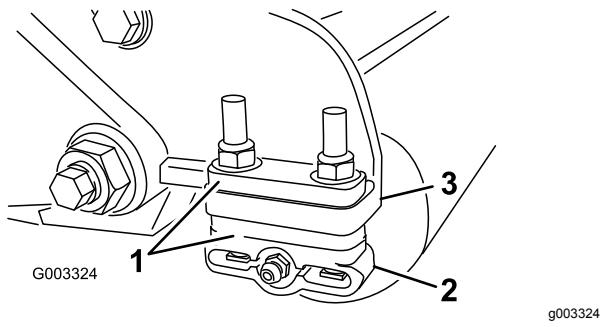

Figura 11
1. Ajuste los soportes del rodillo trasero (Figura 11) al intervalo de alturas de corte deseado colocando la cantidad necesaria de espaciadores debajo de la brida de montaje de la chapa lateral (Figura 11), según lo indicado en la Tabla de alturas de corte; consulte Tabla de alturas de corte \(página 13\).